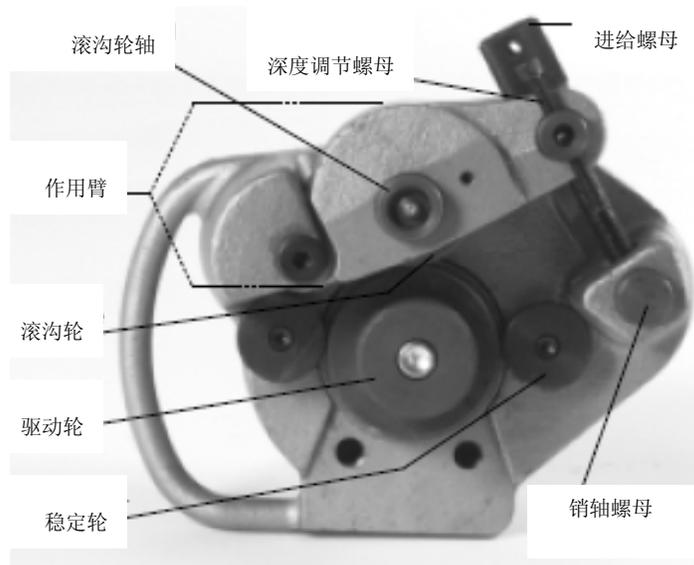

图2 — 分开驱动轮和滚沟轮
1. 在工作台上逆时针旋转进给螺母，使得滚沟轮和驱动轮分开（见图2）。